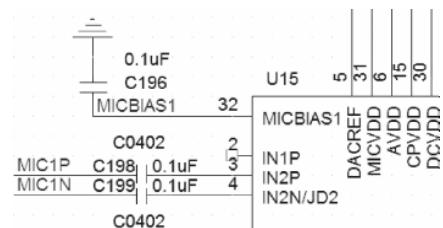

图 15-36 MIC 耦合电容的放置
- (1) Codec 布局时应靠近连接座放置，走线尽可能短。
- (2) 为了保证供电充足，Codec 各路电源走线线宽要求大于 15mil，VCC_SPK 走线线宽要求大于 30mil。
- (3) Codec 各输入、输出信号包括 HP OUT、LINE IN、LINE OUT、MIC IN、SPDIF、SPEAKER OUT 等信号，为避免信号间串扰引起的输出失真及噪声，均需要进行包地处理（包地处理应包括同层包地与邻层包地），并与其他数字信号隔离。
- (4) 音频走线为模拟线，HP OUT 信号线宽建议大于 15mil，LINE IN/OUT 信号线宽建议大于 10mil。
- (5) MIC IN 信号比较敏感，为避免引入噪声，MIC 的耦合电容要靠近 Codec 端放置，如图 15-36 所示。